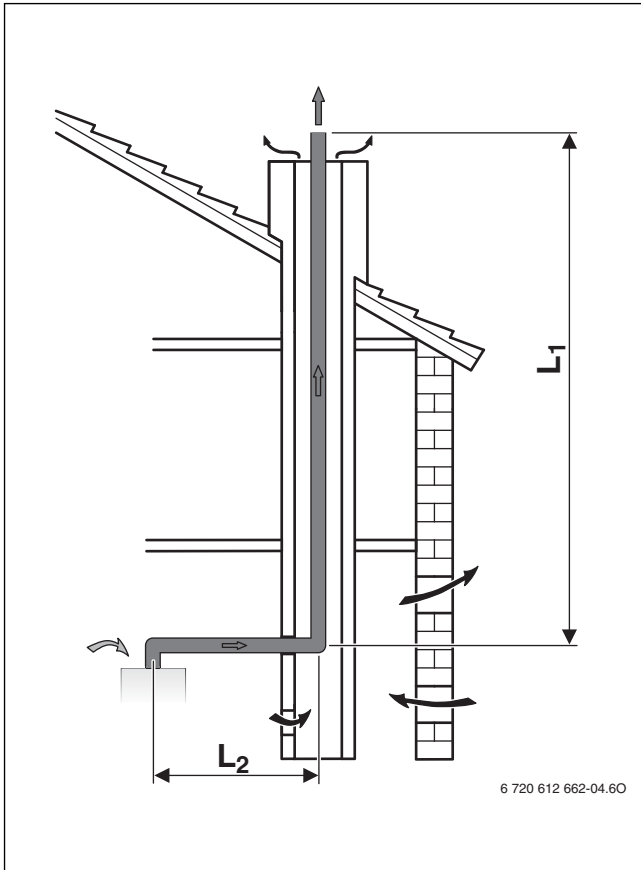

Рис. 7 Дымовая труба в шахте по B₂₃
- Если труба отвода дымовых газов проложена в вентилируемой шахте (→ рис. 7, 8 и 10), то чистка шахты не требуется.